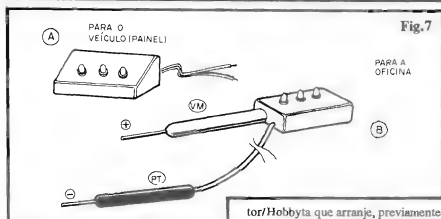

Fig. 7
**- FIG. 7 - SUGESTÕES PARA A APRESENTAÇÃO FINAL -** No item "A" vemos uma sugestão para utilização do BAT's em painel, podendo o circuito ficar numa caixinha de frente inclinada, de modo que, fixado sob o painel do carro, a visualização seja fácil e direta... Vários **containers** padronizados, facilmente encontráveis no varejo especializado, se prestarão (em formato, tamanho, etc.) à acomodação/instalação do circuito nessa versão básica... Já no item "B" mostramos nossa sugestão para a acomodação final do circuito em utilização oficial: uma caixinha pequena, retangular (ou mesmo cilíndrica...), contendo a placa e evidenciando a trilha de LEDs indicadores, apresentando ainda a ponta de prova (vermelha) correspondente ao positivo, afixada ao próprio **container**... Uma derivação feita com cabo flexível não muito curto, pode conduzir a outra ponta de prova (preta), correspondente ao **negativo** (ou ainda a uma garra de conexão de "massa", convencional...). O conjunto ficará prático e confortável para utilização pelos eletricitistas, nas oficinas...